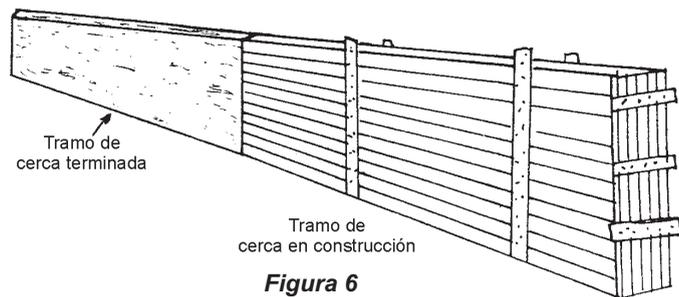

Figura 6
- Retira el armazón hasta que el vaciado esté completamente seco y colócalo enseguida del que ya construiste y así sucesivamente hasta que termines con la cerca (figura 6).